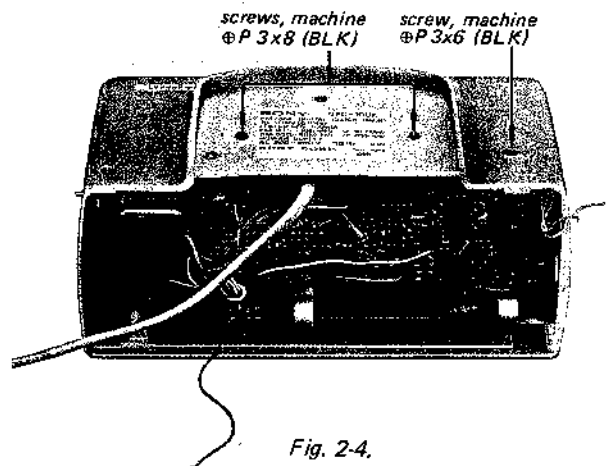

Fig. 2-4.
7. Lösen der 3 Schrauben im Boden des Gerätes (Fig. 2-4).